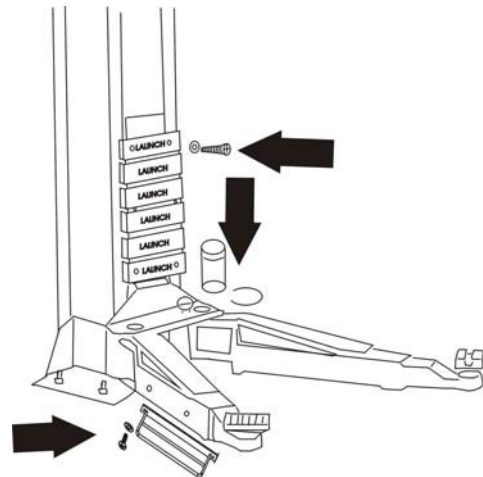

Рисунок 17
- Встановіть поворотний кронштейн, як показано на рис.17